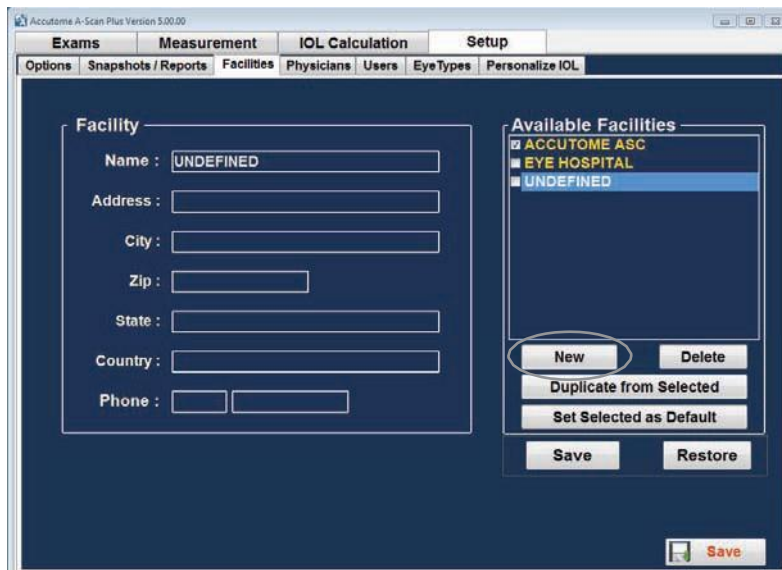

Figura 5-28: Selección de nuevo establecimiento
1. En la ventana de establecimientos, seleccione “New” (“Nuevo”), como se muestra en la figura 5-28.